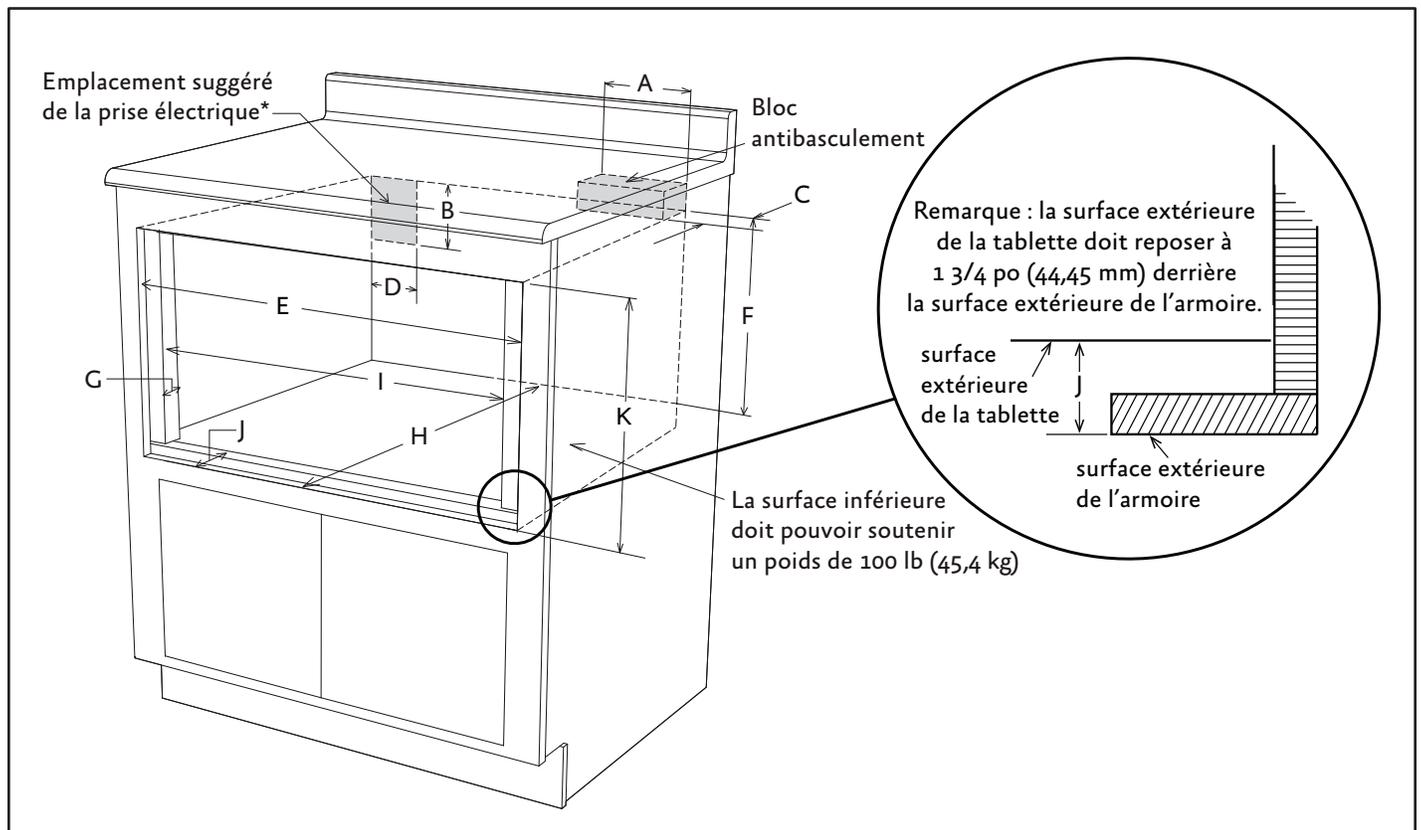

Figure 4 : découpe du montage encastré du tiroir à micro-ondes de 24 po (61 cm)
1. Préparer l'ouverture de l'armoire comme montré dans les figures 4, 5A et 5B.
Remarque : les clés font référence à la figure 4 ci-dessous.